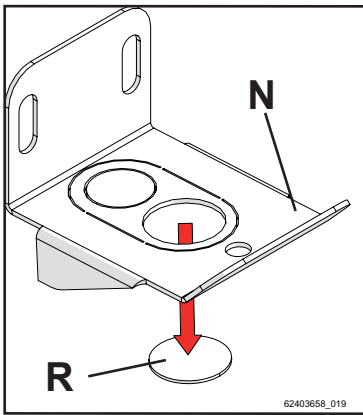

Figura 5-66
- 4 - Rimuovere il disco pretranciato "R" dalla staffa di fissaggio "N", come mostrato in figura 5-66;